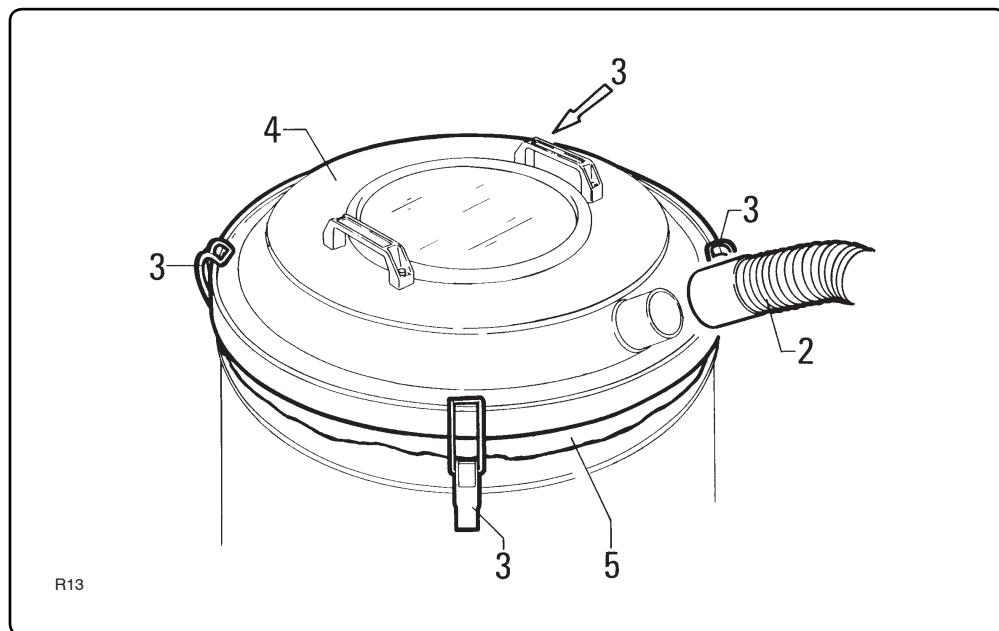

Fig. 7.5.1
7.5.1 - Sostituzione del sacco raccoglitore (fig. 7.5.1)**7.5 - How to carry out the required inspections**
7.5.1 - How to replace the swarf bag (fig. 7.5.1)**7.5 - Comment effectuer les contrôles demandés**
7.5.1 - Remplacement du sac de récupération (fig. 7.5.1)**7.5 - Wie die erforderlichen Kontrollen durchgeführt werden**
7.5.1 - Ersetzen des Staubsammelbeutels (Abb. 7.5.1)**ATTENZIONE!!**
- Inserire il sacco nuovo col bordo "5" leggermente sporgente (fig. 7.5.1).
- Insert the new bag with the edge "5" slightly projecting (fig. 7.5.1).
- Introduisez le nouveau sac avec le bord "5" légèrement en saillie (fig. 7.5.1).
- Den neuen Beutel so einlegen, daß die Kante "5" leicht übersteht (Abb. 7.5.1).